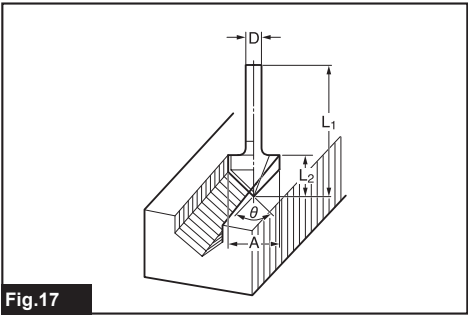

**Fig.4**
► **Fig.4:** 1. Indicator de adâncime 2. Șurub 3. Tijă filetată opritoare 4. Șurub de reglare cu cap hexagonal 5. Bloc opritor